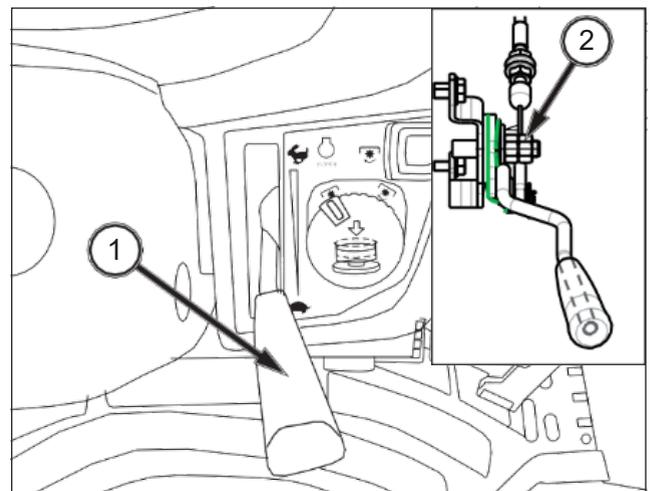

FIG. 118
FIG. 118: La palanca de aceleración (1) debe permanecer en la posición elegida por el conductor. A medida que se utiliza de forma normal, la fricción contra la palanca puede disminuir y puede salirse de la posición seleccionada. Gire la tuerca de ajuste (2) si fuese necesario para mantener la palanca de aceleración en la posición elegida.